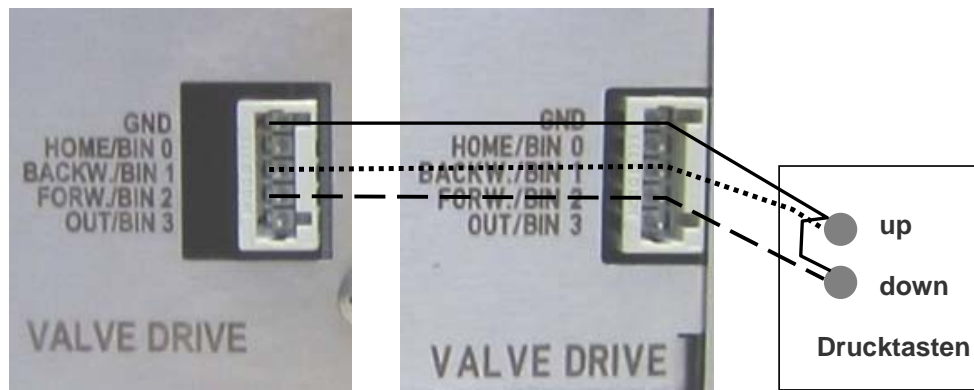

Abb. 5 Elektrische Verbindung der Drucktasten zum Smartline Assistant 6000 V044
4. Installieren Sie den Universalmontagewinkel (A5431) am Smartline Assistant 6000 (A5003V044) und verbinden Sie die Kabel der Drucktasten wie in Abb. 5 gezeigt. Befestigen Sie das manuelle 6-Port-3-Kanalinjektionsventil am Universalmontagewinkel.